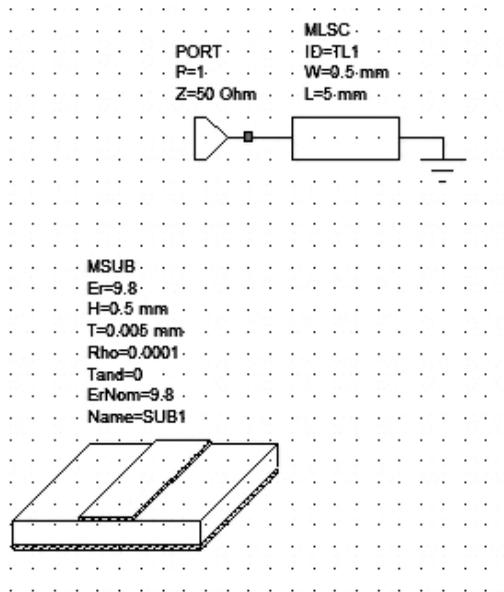

Рис. 3.2
3. Откройте окно просмотра элементов. Раскройте группу **Microstrip** и из подгруппы **Lines** поместите в окно схемы элемент короткозамкнутого отрезка линии **MLSC**. Добавьте порт на входе схемы (рис. 3.2).